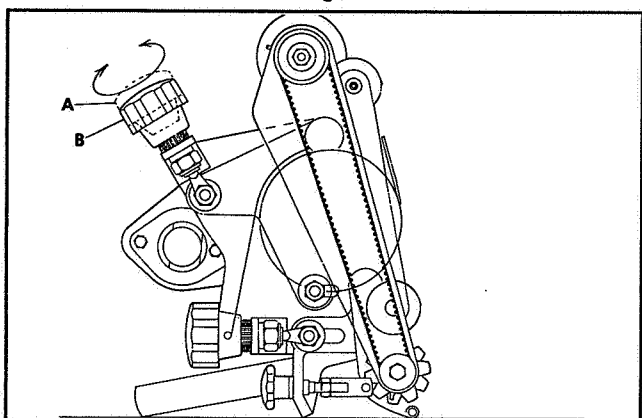

Fig.53
- a) Pull adjusting knob (position A Fig.53) and turn alternately left and right hand knobs a little in desired direction (clockwise to put on cut, anticlockwise to take off cut)
- c) Release the knob to engage the serrated locking ring. (position B Fig.53). It may be necessary to turn the knob slightly to allow it to engage.
- a) Den Einstellknopf (Pos.A Fig.53) herausziehen und den linken und rechten Knopf abwechselnd um einen geringen Betrag in die gewünschte Richtung drehen (zum Erhöhen des Schnitts im Uhrzeigersinn, zum Verringern des Schnitts im Gegenuhrzeigersinn).
- c) Den Knopf loslassen, um den Arretierzahnring einzurücken (Pos.B Fig.53). Zum Einrücken kann ein leichtes Drehen des Knopfes erforderlich sein.
- a) Tirer sur la molette de réglage (A, Fig.53) puis tourner en alternance du côté gauche et du côté droit, sur un arc réduit, dans le sens souhaité (sens des aiguilles d'une montre pour écart, et dans l'autre sens pour rapprocher).
- c) Relâcher la molette pour que la bague crantée se verrouille (C, Fig.53). Pour cela, il faut parfois légèrement tourner la molette.